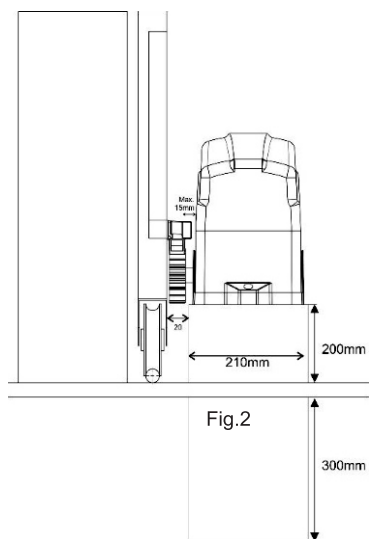

Fig.2
- (Fig.2) Faça a marcação dos furos da base do equipamento e fure-os de acordo com a medida das buchas de fixação ou dos parafusos que acompanham o kit de instalação.